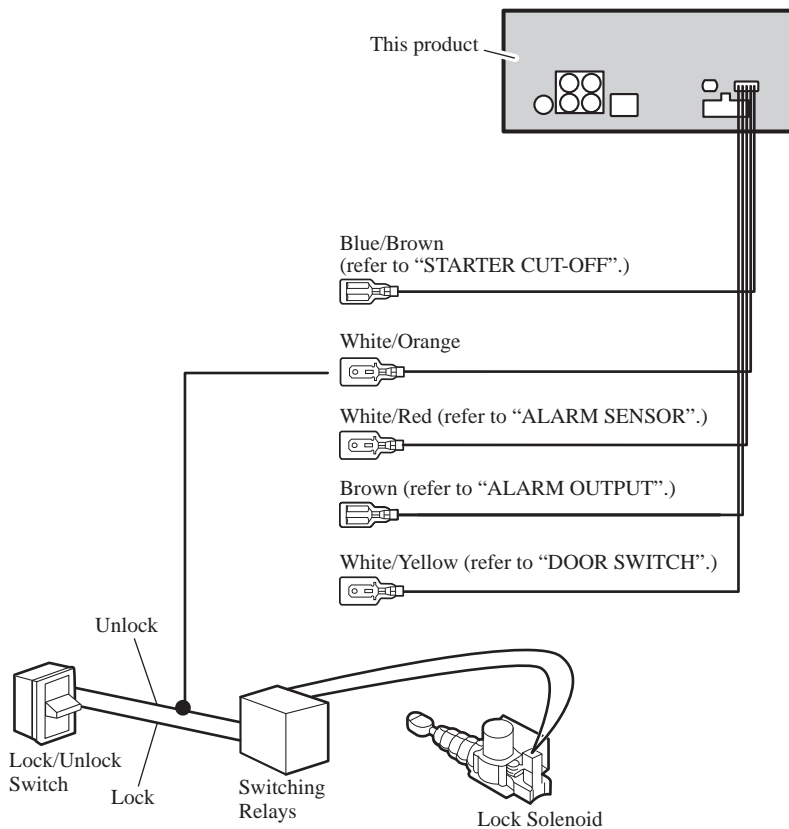

Fig. 8
- **White/Orange (DOOR LOCK)** (Fig. 8)